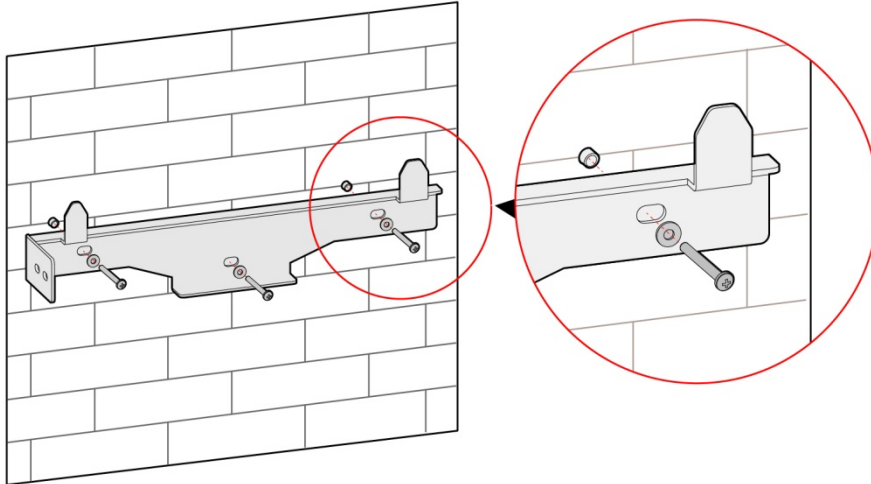

Figura3-10 Fixe o suporte de instalação
- Etapa 4 Alinhe os furos do suporte de instalação com as buchas de expansão e instale os parafusos autoatarraxantes com a junta plana nas buchas de expansão e fixe-os com uma chave de fenda, como exibido na Figura3-10.